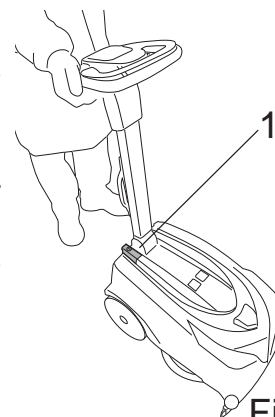

Fig.10
- Sätt på maskinen genom att trycka på huvudströmbrytaren (bild 10-ref.1).